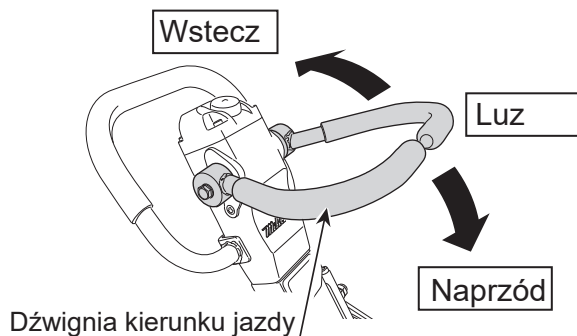

Rys.21
- 1 Po uruchomieniu silnika szybko przesunąć dźwignię przepustnicy silnika do pozycji roboczej. (Rys.21)